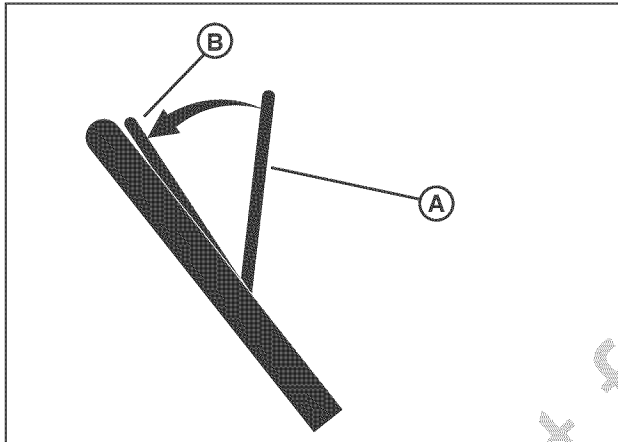

Figura 12: Operación de la palanca de parada del motor
Libere la palanca de parada del motor (A, Figura 12) y el motor y la cuchilla se detendrán automáticamente. Para mantener en funcionamiento el motor, sostenga la palanca de parada del motor en la posición de operación (B).
1. Sostenga la palanca de parada del motor (A, Figura 12) en la posición de operación (B).